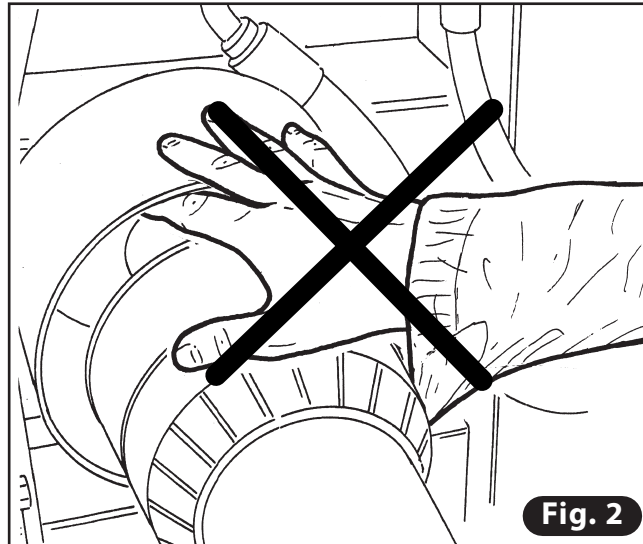

Fig. 2
- Non avvicinarsi con le mani all'albero cardanico (**Fig. 2**). **PERICOLO DI TRASCINAMENTO con conseguenze anche gravi.**
- Keep your hands away from the cardan shaft (**Fig. 2**). **DRAGGING HAZARD with serious consequences.**